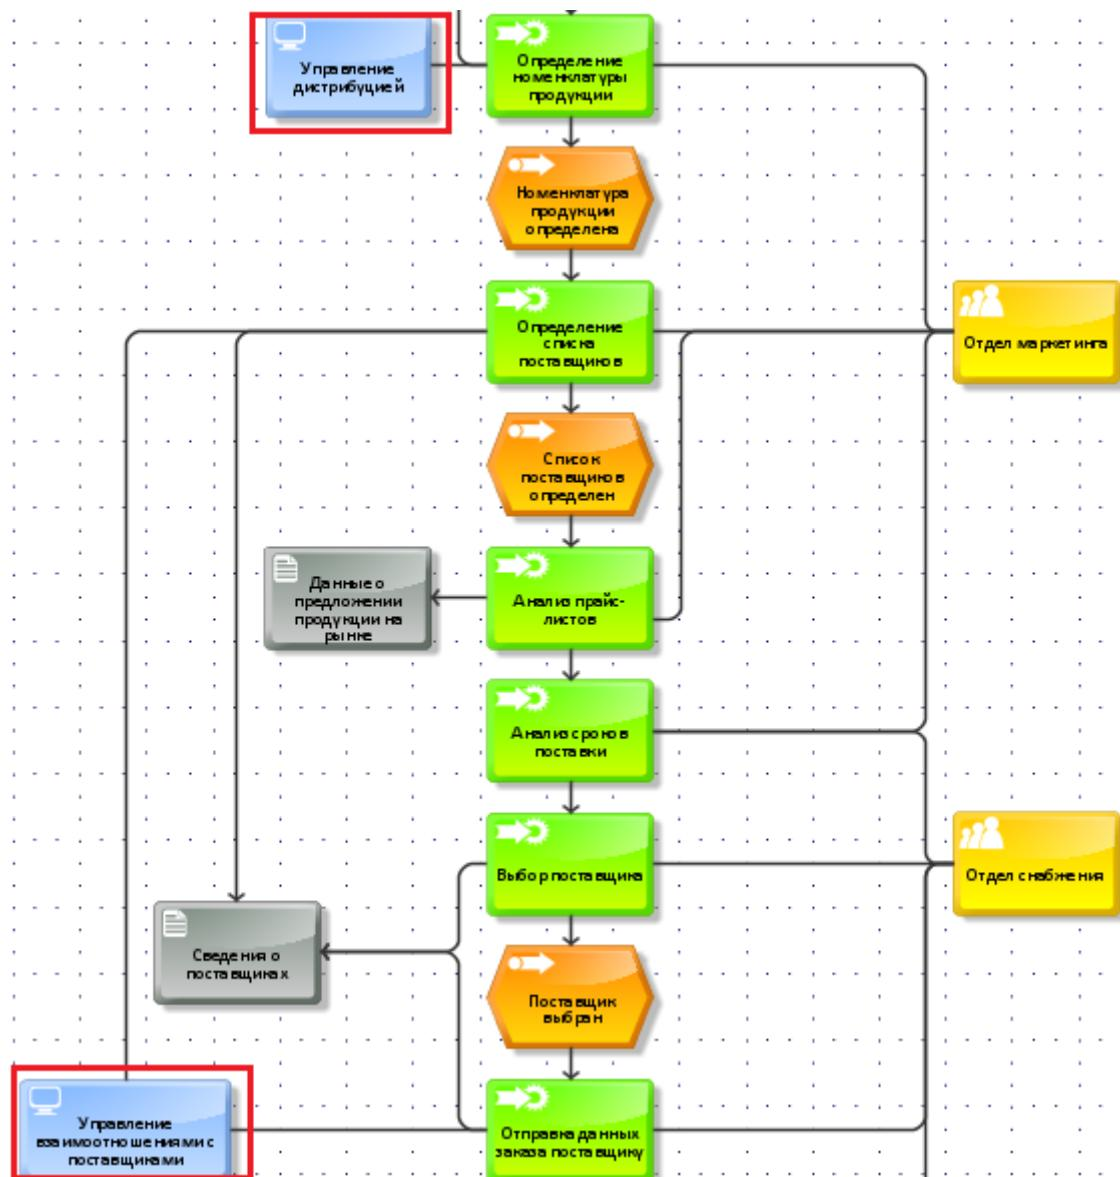

Рисунок 2.22
10. Связать данные информационные системы при помощи объекта «Connection» со следующими работами (рисунок 2.22):